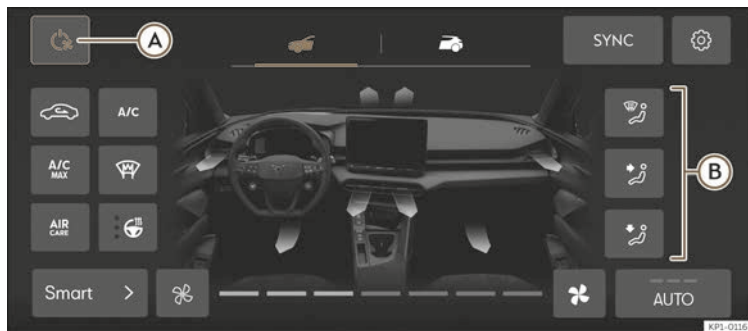

Abb. 111 Schematische Darstellung: Menü Klimatisierung.
>>> (Abb. 111) (A).
Ausströmer Die durch die Pfeile in der Abbildung des Fahrgastraums dargestellte Farbe gibt die gewünschte Temperatur in Abhängigkeit von den Umgebungsbedingungen an, nicht die Temperatur des Luftaustritts. Die Richtung des Luftaustritts wird mit den Tasten >>> (Abb. 111) (B) ausgewählt.